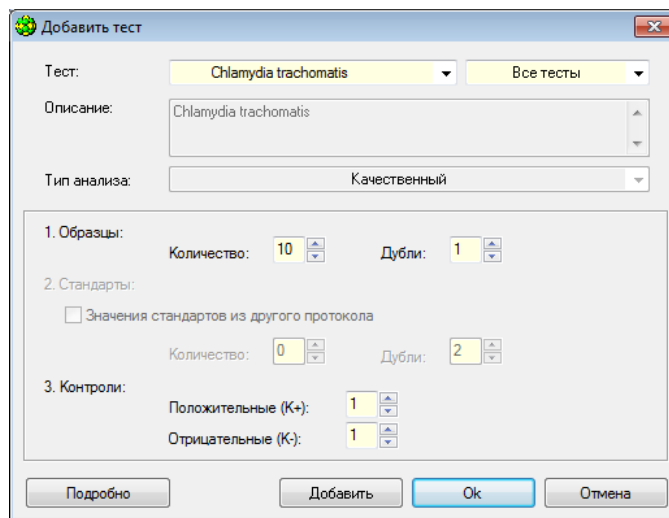

Рис.47 Окно «Добавить тест»
3. Нажать на кнопку **Добавить тест**  **Добавить тест** вкладки **Протокол**. Откроется окно «Добавить тест» (Рис.47).